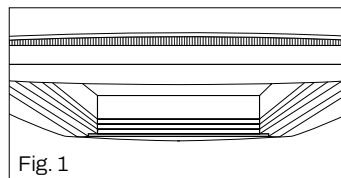
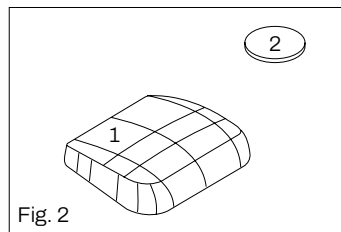

Fig. 1
Fig. 2
- No cubra las claraboyas equipadas con ventilación forzada (Fig. 1) ni las setas de aireación de techo (Fig. 2) con cubiertas aislantes de invierno.